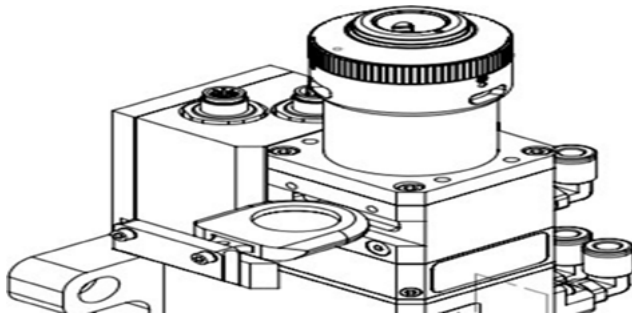

Рисунок 1.3 – Извлечение коллиматорной защитной линзы
- › С помощью ключа для винтов с внутренним шестигранником на 3 мм открутите винт верхнего защитного стекла (рисунок 1.3)